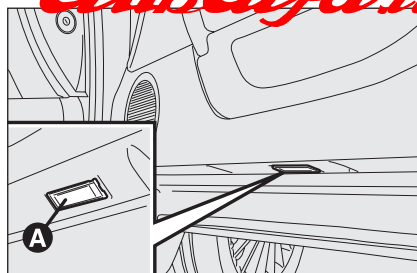
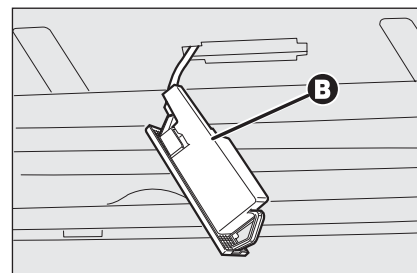

fig. 44
fig. 45
- ☐ aprire la porta ed estrarre il trasparente **A-fig. 44** facendo leva nel punto indicato dalla freccia;
- ☐ sollevare la protezione **B-fig. 45** e sostituire la lampada inserita a pressione;
- ☐ richiudere la protezione **B-fig. 45** sulla plafoniera **A-fig. 44**;